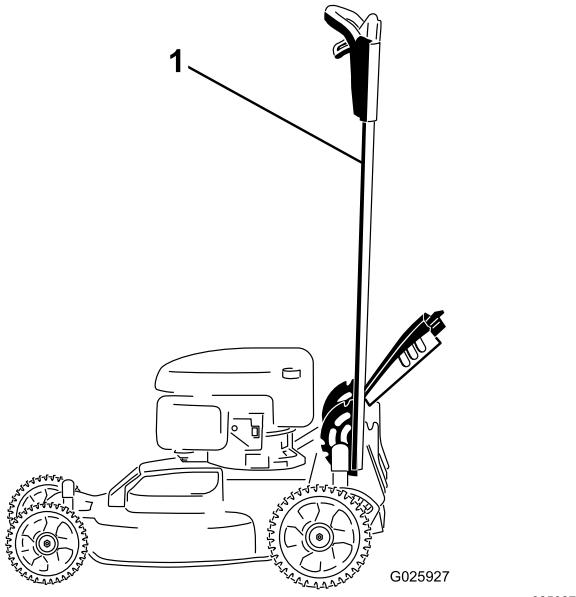

Bild 38
1. Arretieren Sie den Holm in der vertikalen Stellung (**Bild 38**), siehe Einstellen der Holmhöhe (Seite 12).